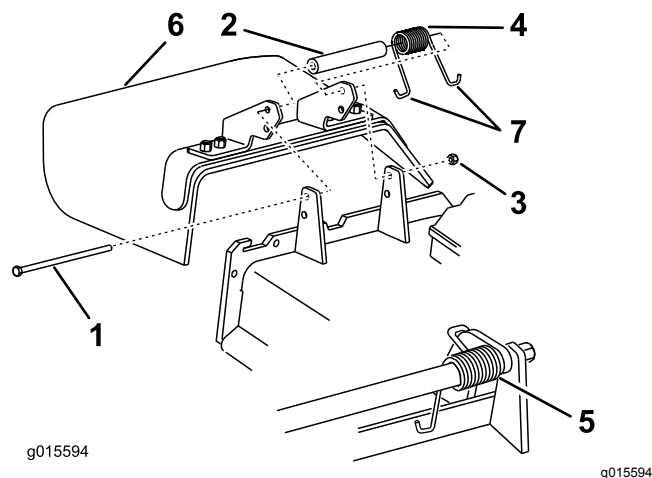

図 90
1. デフレクタをピボットブラケットに固定しているロックナット、ボルト、スプリング、スペーサを外す (図 90)。
注 必ず、スプリングのJフック端の1つをデッキエッジの後ろに引っ掛け、それからボルトを 図 90 のように取り付けてください。
6. J 形端部のひとつをデフレクタに引っ掛ける 図 90。